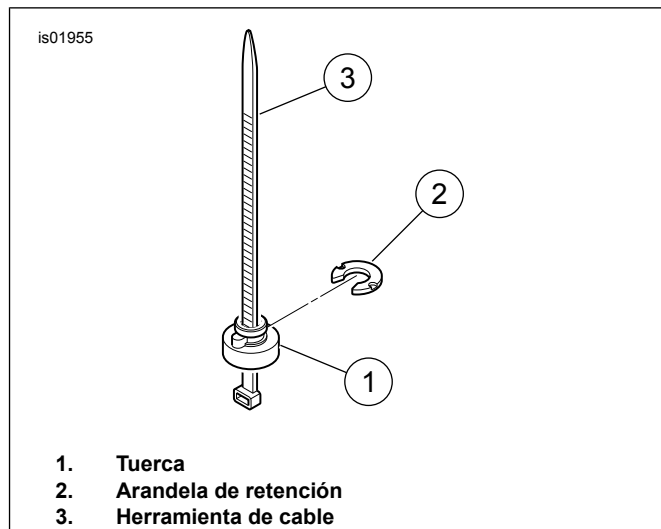

Figura 3. Tuerca de retención, arandela y correa de cables
4. Ver Figura 3. Puede usarse una correa de cables (3) como herramienta de instalación.
- a. Colocar la tuerca de retención (1) sobre la correa de cables. Colocarla de manera que el extremo ancho de la tuerca descansa sobre el ojal de la correa de cables.
- d. Asiente la tuerca de retención en el agujero del guardabarros. Deslizar la arandela de retención (2) hacia su lugar desde la parte trasera. La tuerca de retención ahora está asegurada en su lugar.